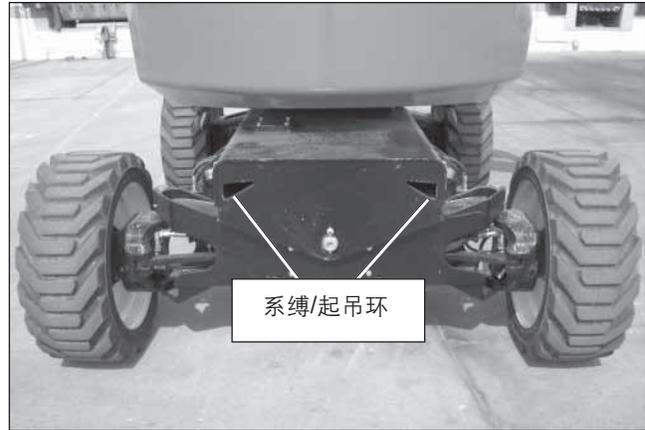
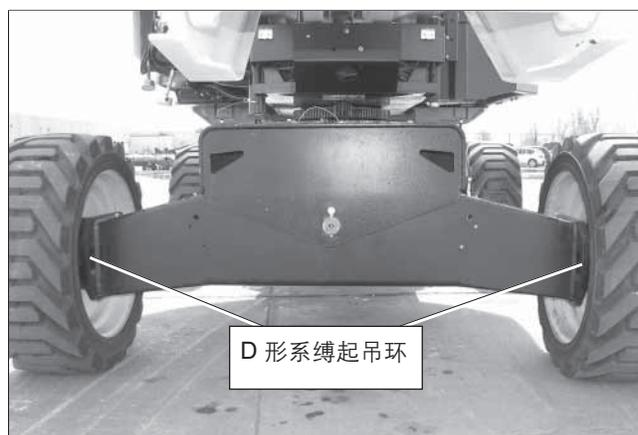

图 9.2 – 前部系缚/起吊环
图 9.4 – 后部 D 形系缚/起吊环
5. 通过将链条或缆索穿过底盘中的孔，然后绕回至底盘和前轴之间来将绞盘绳系在底盘前部的系缚环(请参见图 9.2)上。
2. 检查前部起吊环(请参见图 9.2)和后部起吊环(请参见图 9.4)，确保它们未开裂而且状况良好。如果发现损坏，请在起吊前联系合格的维修技术人员修复损伤。